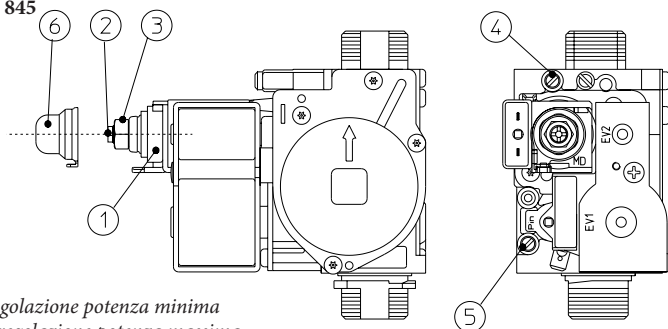

Fig. 3-3
N.B.: tutte le operazioni relative alle regolazioni delle caldaie devono essere effettuate da un tecnico abilitato (ad esempio il Servizio Assistenza Tecnica Immergas). La taratura del bruciatore deve essere effettuata con un manometro differenziale ad "U" o digitale, collegato alla presa di pressione posto sopra la camera stagna (part. 11 fig. 1-19) e alla presa pressione di uscita valvola gas (part. 4 fig. 3-3), attenendosi al valore di pressione riportato nella tabella (Parag. 3.14) per il tipo di gas per il quale la caldaia è predisposta.
- regolare sul dado in ottone (3) la potenza nominale della caldaia, attenendosi ai valori di pressione massima riportati nella tabella (Parag. 3.14) a seconda del tipo di gas;